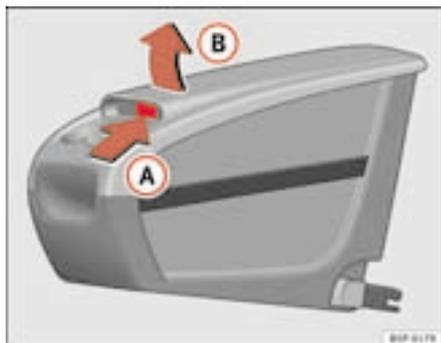

Fig. 111 Porta-objectos móvel. Abertura
- Levante a tampa (B), pela zona (A) ⇒ fig. 111.